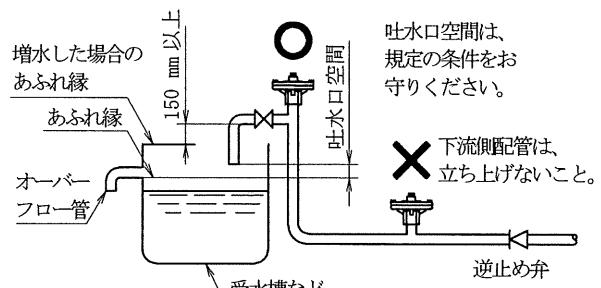

図5 取付
- バキュームブレーカ単体では逆流防止機能がありません。逆流防止として使用する場合は、バキュームブレーカを増水した場合のあふれ縁(図5参照)から 150 mm 以上配管を立ち上げ、その頂部に取り付け、バキュームブレーカの上流には、逆止め弁を取り付けてください。
- (1) バキュームブレーカの下流側配管は、立ち上げないでください。
- (2) バキュームブレーカ単体では逆流防止機能がありません。逆流防止として使用する場合は、バキュームブレーカを増水した場合のあふれ縁(図5参照)から 150 mm 以上配管を立ち上げ、その頂部に取り付け、バキュームブレーカの上流には、逆止め弁を取り付けてください。
- (3) 周囲が清潔な所に取り付け、また吸気口は保温しないでください。
- (4) ごみかみなどによる、万一の吸気口からの水漏れを配慮して、水漏れしても安全な場所に取り付けてください。
- (5) 必要があるときは、空気抜弁体(7)を緩めると、配管内の空気を抜くことができます。